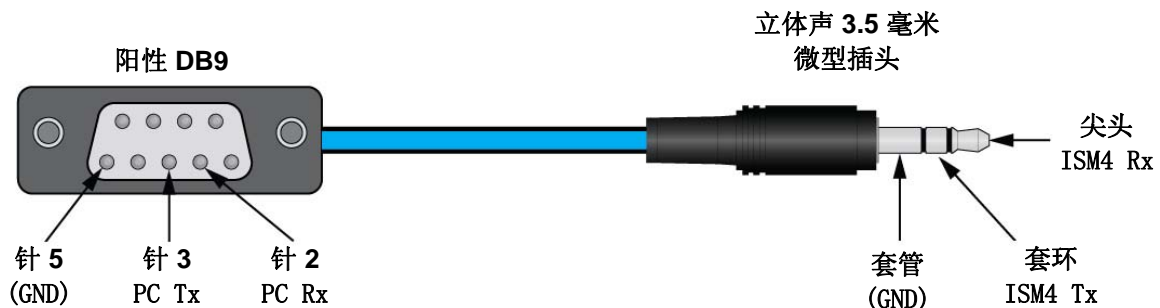

图 6: ISM4 RS232 引出线
1. 使用立体声 3.5 毫米微型插头，把 ISM4 RS232 端口连接到用于 RS232 端口的系统控制设备上的相应 RS232 端口。把立体声微型插头连接到适当控制设备端口（DB-9、RJ45 等）。Xantech 生产一种阳性 DB9，连接 3.5 毫米微型插头电缆（Xantech 端口编号 05913780），配置情况如图 6 所示。请参阅用于该设备 RS232 端口引出线的控制设备文档。